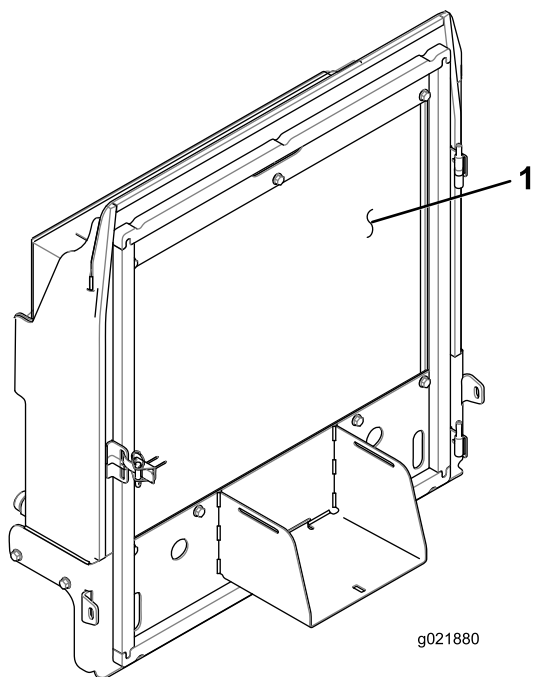

Figure 85
- Nettoyez soigneusement les deux côtés du radiateur/refroidisseur d'huile à l'air comprimé (Figure 85).